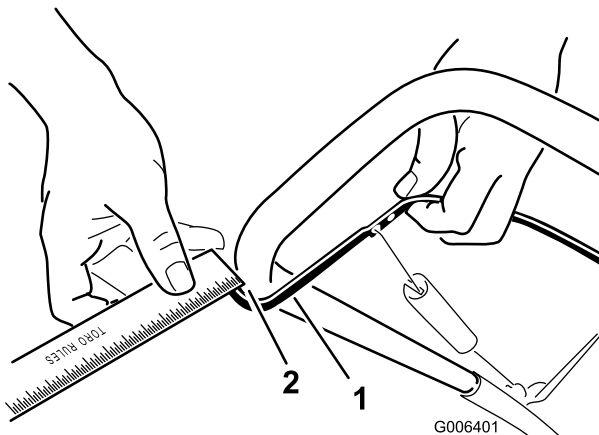

Figure 20
Rapprochez la barre de commande du guidon pour tendre le câble de commande (Figure 20).
Remarque: Vérifiez que la barre de commande et le guidon sont espacés de 2 à 3 mm (1/16 à 1/8") (Figure 20).
2. Accrochez le raccord en Z à un trou plus haut ou plus bas sur la bielle de réglage de manière à obtenir un écart de 2 à 3 mm (1/16 à 1/18") entre la barre de commande et le guidon (Figure 20).